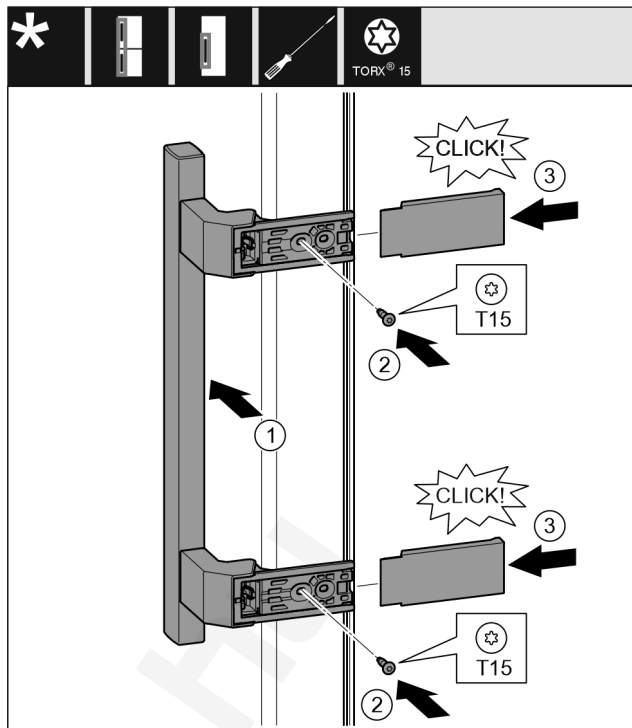

Fig. 11
- ▶ Helyezze fel a fogantyút a másik oldalra. *Fig. 11 (1)*
- ▶ Húzza meg a csavarokat T15 csavarhúzóval. *Fig. 11 (2)*
- ▶ Helyezze fel a fedelet oldalra, és tolja őket a helyükre. *Fig. 11 (3)*